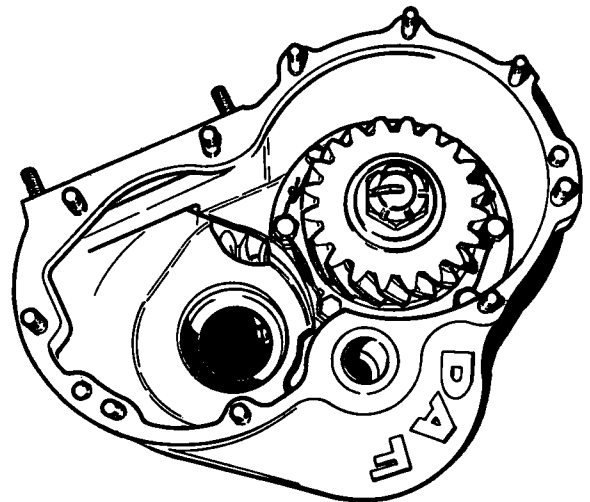

Fig. 1
3. Breng de drukbussen (37 en 41) aan in de gaten en leg het tussentandwiel op zijn plaats (fig. 1).